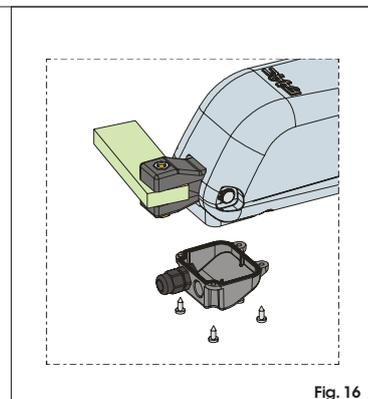

Fig. 16
4) Chiudere il coperchio con le quattro viti in dotazione, Fig.16.